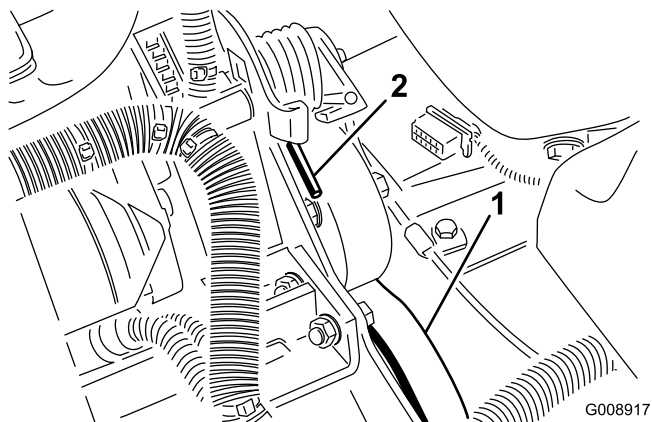

Figura 54
2. Empuje hacia adelante y hacia abajo sobre el extremo del muelle (Figura 54) para desengancharlo del soporte y liberar la tensión.